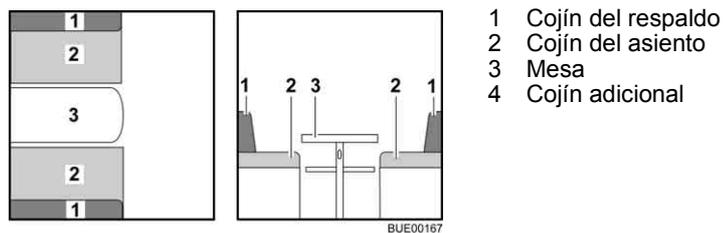

Fig. 123 Antes de la transformación
- Transformar la mesa (Fig. 123,3) en base de cama (véase apartado 6.11).
- Quitar los cojines del respaldo (Fig. 123,1) y ponerlos a un lado.